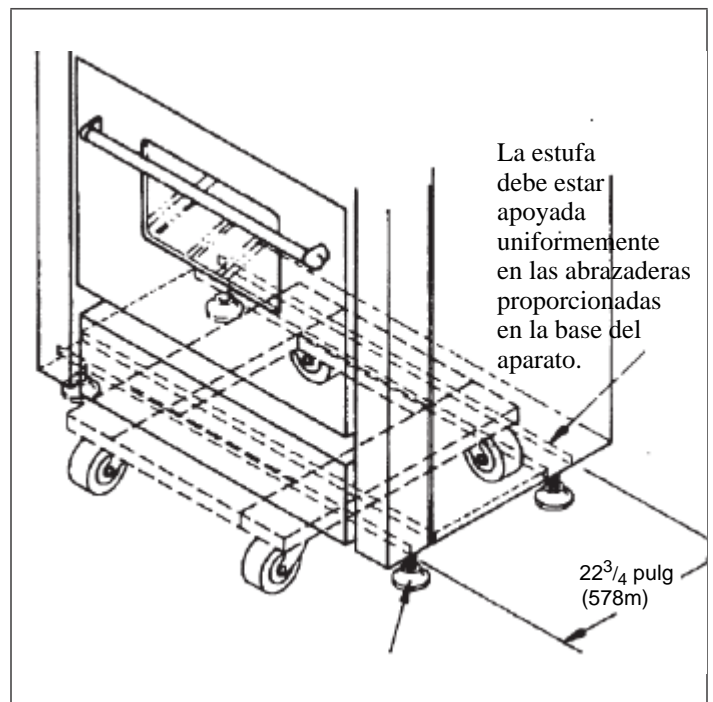

Figura 6: Posicionamiento de la Plataforma de Ruedas
- Debido al peso de la estufa, se debe usar una plataforma de ruedas suaves o un ascensor hidráulico para transportar este aparato. Se debe repartir el peso uniformemente en la plataforma (vea la Figura 6).